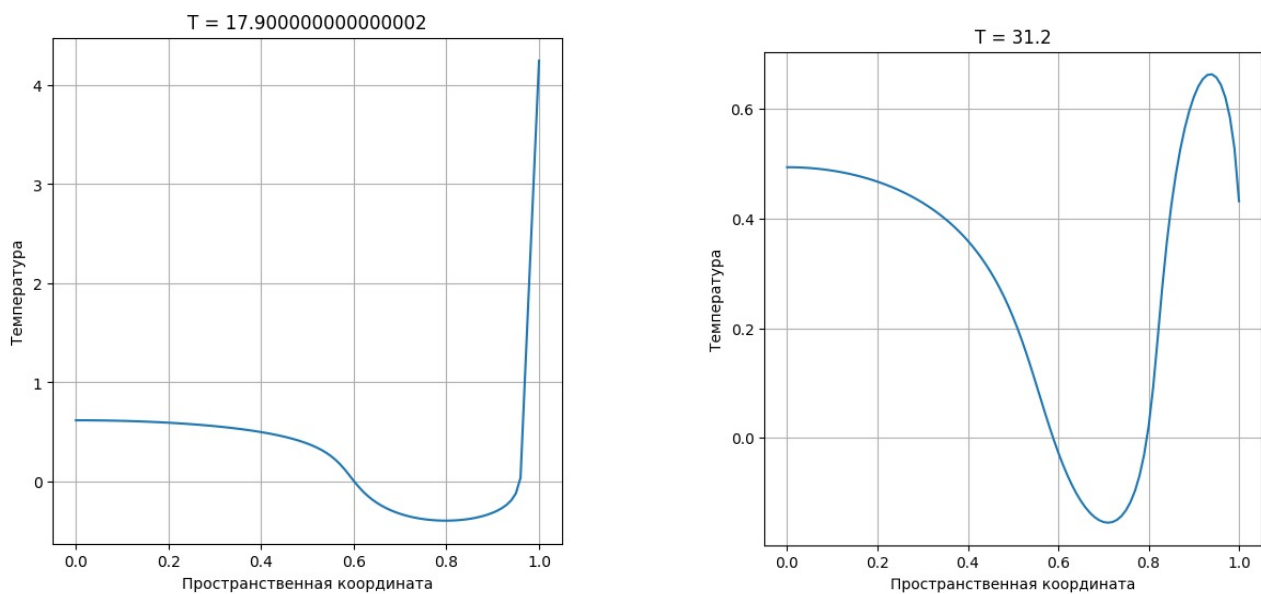

Рисунок 5 – Распространение теплоты в системе с сигналом в виде синусоиды
2) Граничное условие в виде синусоиды (рис. 5) - проверим возможность существовать в системе нескольких границ раздела фаз